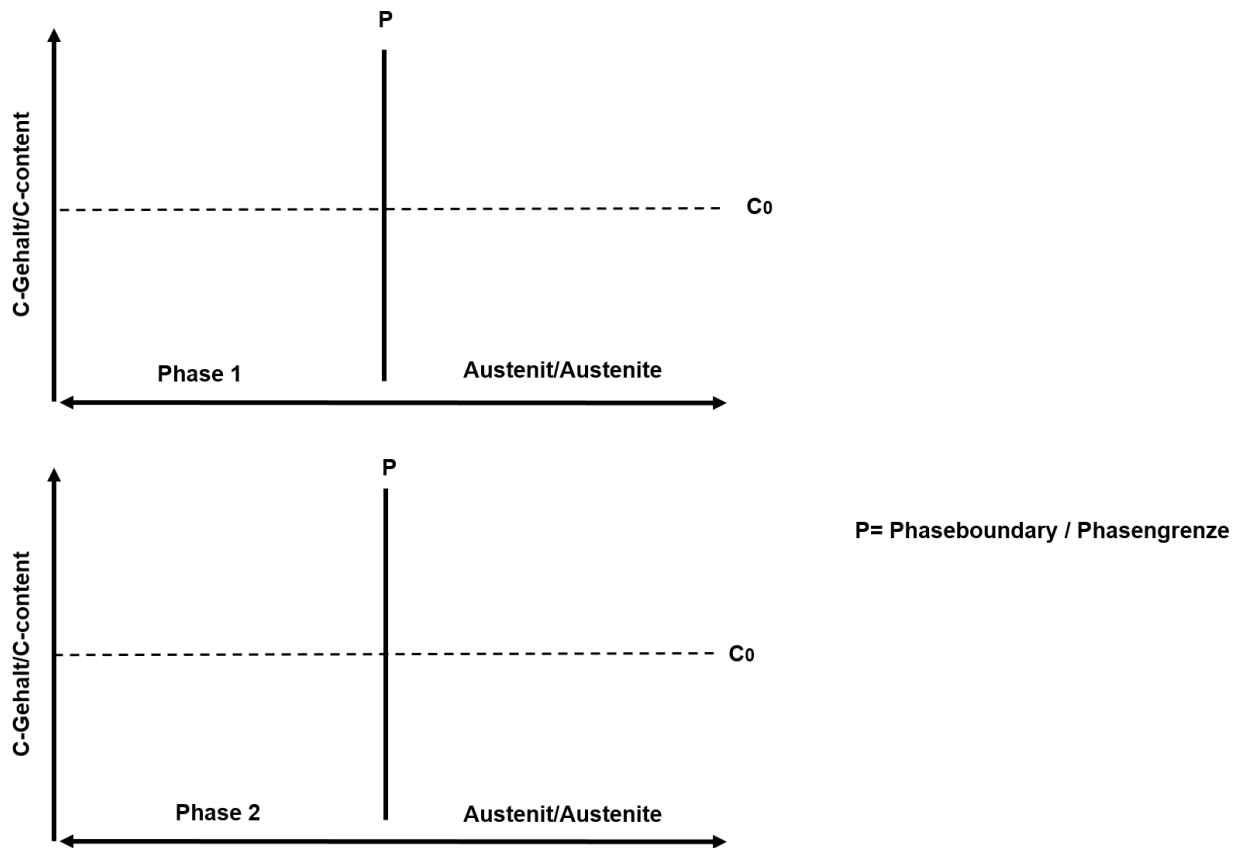

Abbildung 1
- c) Skizzieren Sie die C-Konzentrationsverläufe beim Wachstum beider Phasen des Perlits in **Abbildung 1** (2 Punkte).